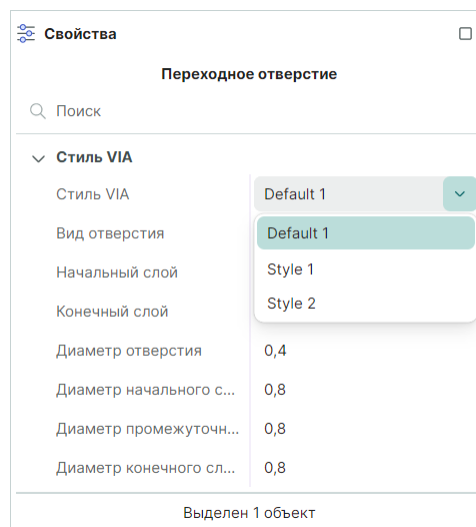

Рис. 178 Выбор стиля переходного отверстия
2. Выберите стиль ПО в панели «Свойства» → «Общие» → «Стиль VIA», см. Рис. 178. Выпадающий список отображается при нажатии на символ « \vee », который расположен в правой части строки. Также смена стиля для размещаемого ПО возможна с помощью горячей клавиши, по умолчанию назначена горячая клавиша «Tab».